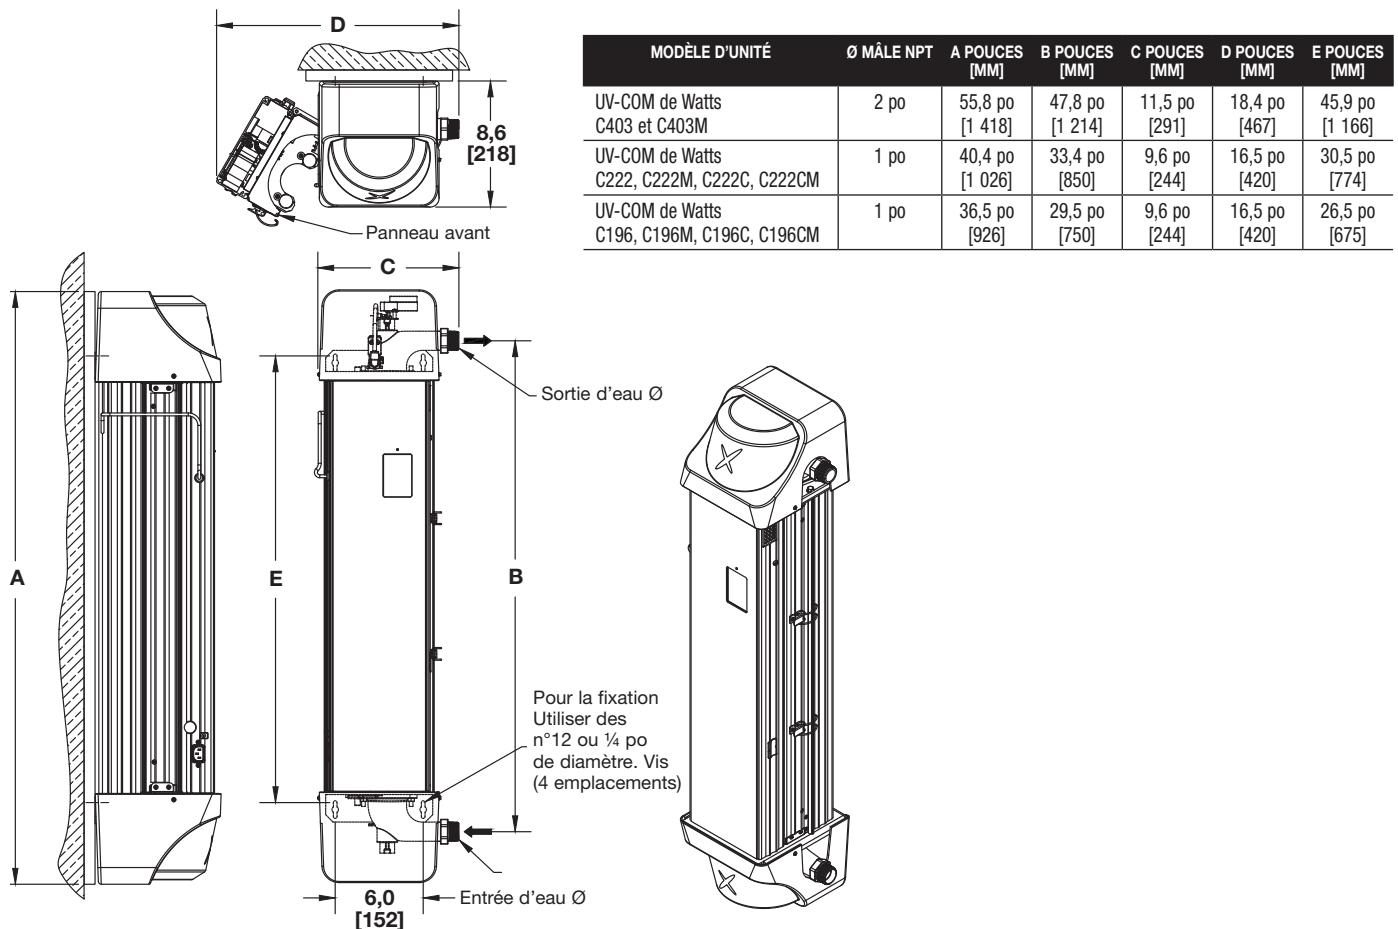

Figure 4-1
2. L'unité UV possède des fentes en trou de serrure pour un montage pratique – utilisez les 4 supports. Ne montez pas l'unité directement sur un mur extérieur; ne la montez pas non plus sur un contreplaqué ou des cales – Voir la Figure 4.1. Retirez les capots supérieur et inférieur de l'unité pour accéder aux trous de montage. Des gabarits de perçage sont fournis pour simplifier l'installation.